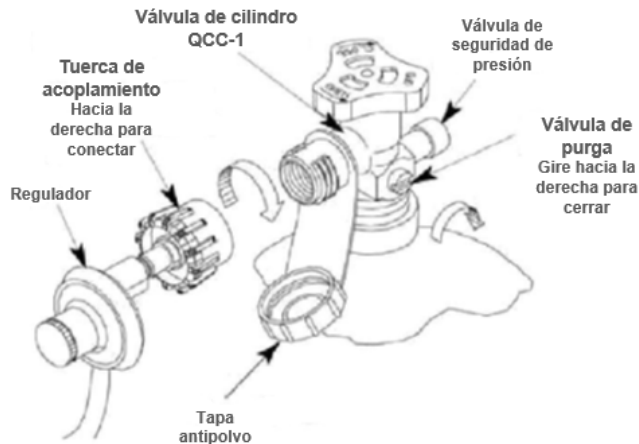

Ilustración 1 Válvula del cilindro de GLP
- Dispositivo de protección contra el sobrellenado (Overfill Protection Device, OPD) con una exclusiva rueda triangular (Ilustración 1).